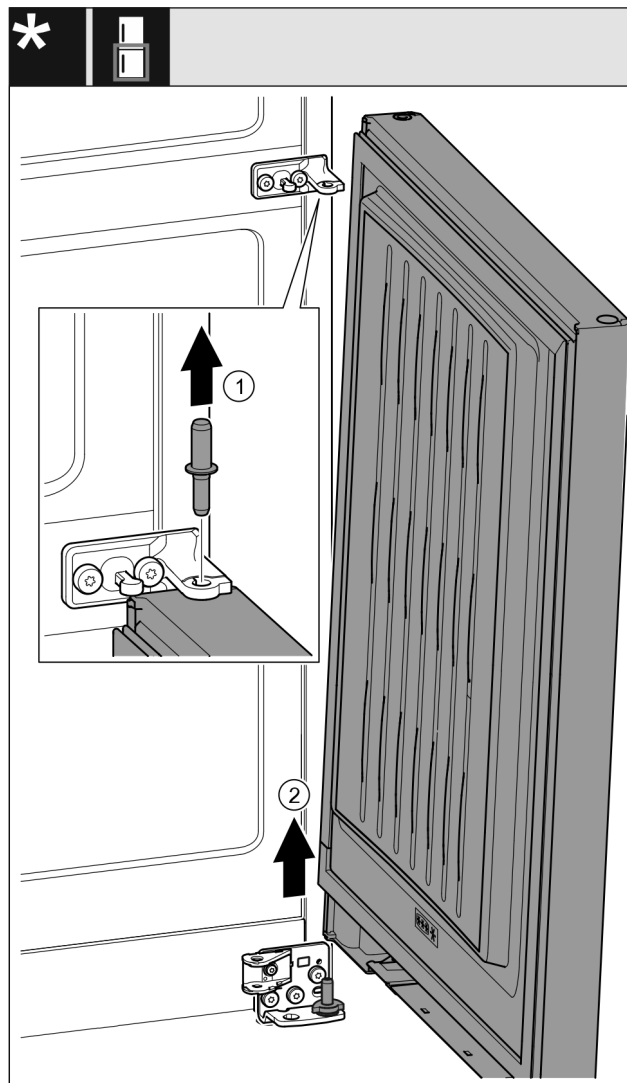

Fig. 23 *
- Čep vytáhněte nahoru. Fig. 23 (1)*
- Dveře kýváním vysadíte a odložte stranou. Fig. 23 (2)*